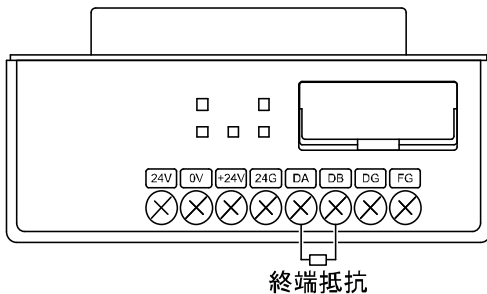

図 3
- (3) CC-Link システムでは使用するケーブルにより接続する終端抵抗が異なります。(下表、図 3 参照)